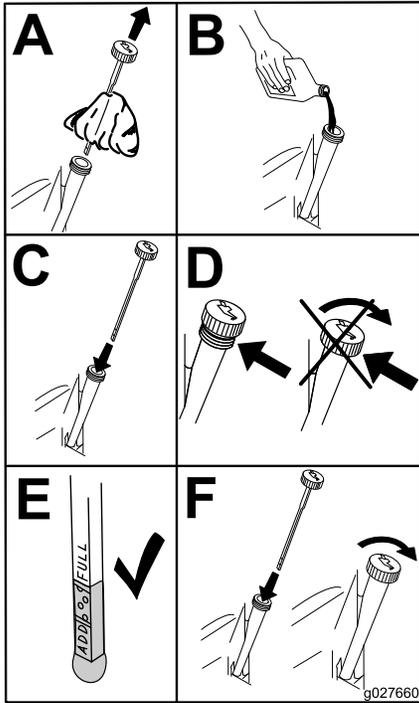

Figura 50
6. Vierta lentamente un 80% aproximadamente del aceite especificado por el tubo de llenado, luego añada lentamente el resto del aceite hasta que llegue a la marca de Lleno (Figura 50).
3. Llene el cárter con el tipo correcto de aceite nuevo (Figura 50).